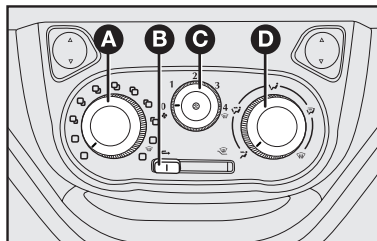

fig. 51
### COMANDOS - fig. 51
- 1) Mando para la temperatura del aire **A-fig. 51** totalmente posicionado a la izquierda.
2) Cursor del ventilador **C-fig. 51**: posicionado en la velocidad máxima.
3) Mando para la distribución del aire **D-fig. 51** indicador en , para controlar que todas las salidas de aire estén abiertas.
4) Conecte el aire acondicionado abriendo el selector **C-fig. 51**.
El aire acondicionado es muy útil para acelerar el desempañamiento por que deshumedece el aire. Es suficiente regular los mandos para la función de desempañamiento, y activar el aire acondicionado, presionando el pulsador **C-fig. 51**.
1) Acondicionador de aire conectado **C-fig. 51**.